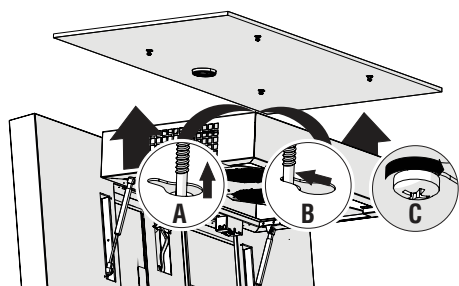

Abb. 10
5. ➔ Die Motorbox über die Schlüssellöcher an den Schrauben A-D (Abb. 10/A) einhängen, in Pfeilrichtung zu den Langlöchern (Abb. 10/B) ziehen und die Schrauben gut festdrehen (Abb. 10/C). - Jetzt den Haubenstecker in die Unterputz-Steckdose stecken. Die Haube ist mit Strom versorgt.